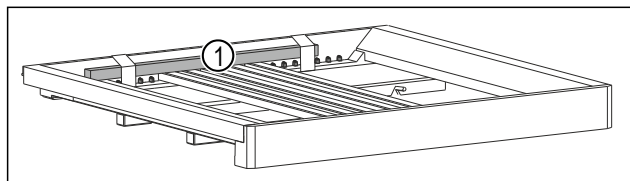

Fig. 3*
- Rimuovere l'asta in legno Fig. 3 (1)*.